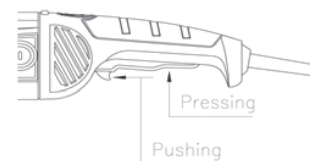

Figure 7
2) Чтобы включить инструмент, нажмите вперед кнопку включения, затем слегка нажимая переключатель on/off (вкл/выкл) (Рисунок 7).